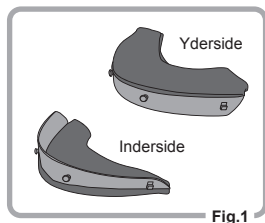

Fig.1
1. Kontroller Fig. 1, og afgør siden (undersiden eller ydersiden).